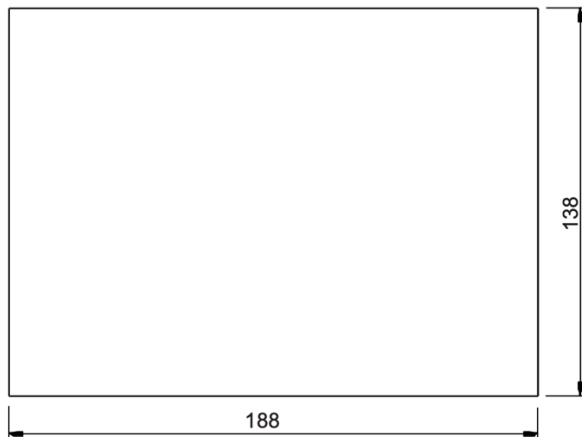

Рис. 2. Размеры отверстия для установки контроллера ИВА-128 на щит.
5.1. Установите контроллер на щит в предварительно подготовленное в соответствии с рис.2 отверстие и закрепите с помощью держателей (п.4 табл.1).